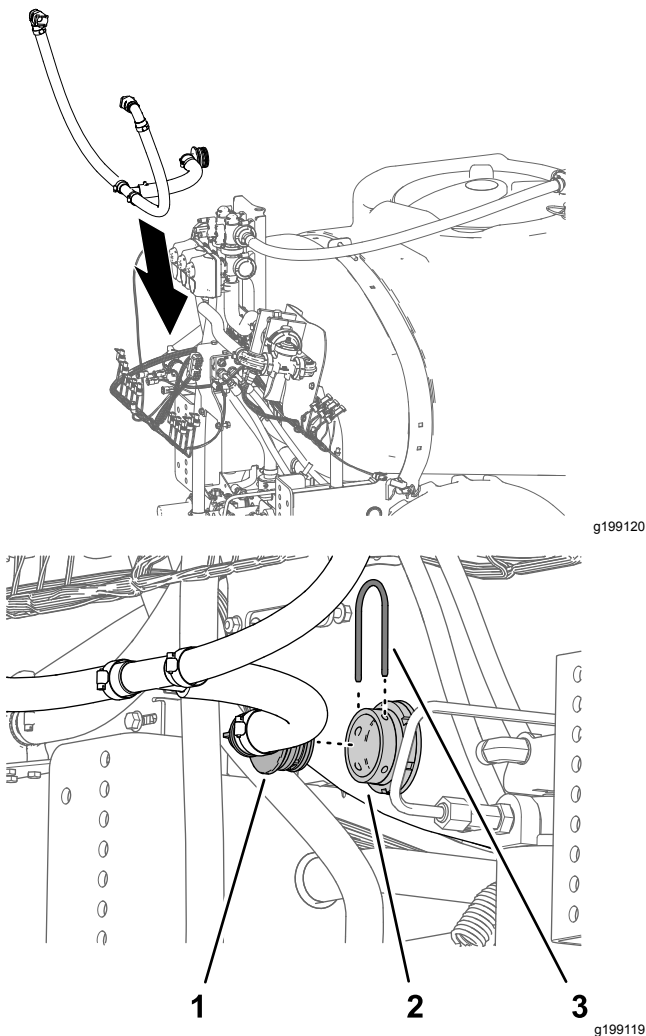

Figura 92
- Alinee el conjunto de manguera de desvío con el depósito de fumigación (Figura 92).